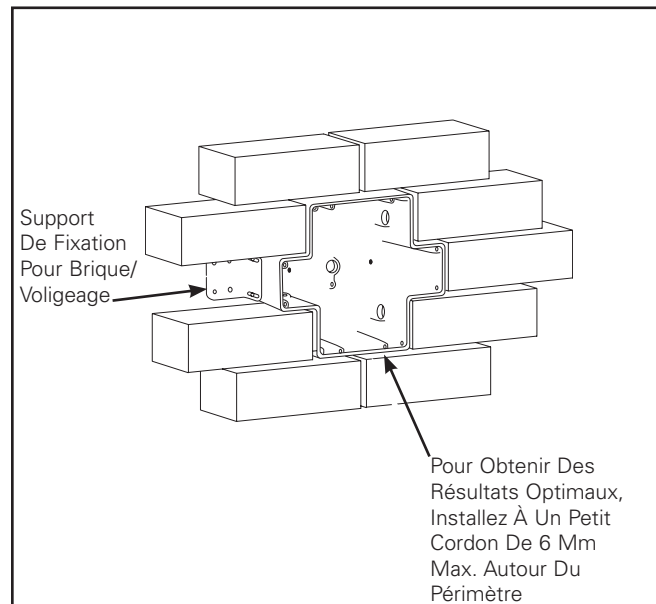

Figure 3. Montage Boîte/Brique
1. En l'absence de mur, le dispositif pourra être installé lors de la construction du mur de briques. Assurez-vous que la boîte est à la verticale (voir l'intérieur de la boîte). Un support ajustable pour monté la boîte au voligeage est fourni avec le dispositif et peut être utilisé lorsque nécessaire. Installez les supports du côté de la partie dégrossie avec les 4 vis no 8-32 fournies. L'extérieur de la surface frontale de la boîte doit être affleuré avec le fini extérieur du mur pour assurer une installation adéquate. Le support offre un jeu de 2,5 cm (1 po) pour permettre l'ajustement avec la surface extérieure finie (Figure 3.). Choisissez le plot d'entrée approprié pour le câblage et assurez-vous qu'il y a un espace suffisant pour acheminer le câble à l'intérieur du mur. Raccordez le module de connexion à désaccouplement rapide aux fils d'alimentation.